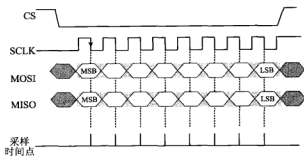

图 5.14.5 CPOL=0,CPHA=1
c)  $CPOL=0, CPHA=1$  的情况如图 5.14.5 所示。
如图 5.14.5 所示,初始时刻 SPI 接口处于空闲状态,SLCK 线保持在低电平状态。当 CS 跳变至低电平之后,开始数据传输。可以看到,数据在 SCLK 线的一个脉冲周期中的第 2 个边沿(此处是负跳变)得到传输。总结起来就是,当  $CPOL=0$  且  $CPHA=1$  时,SCLK 呈现正脉